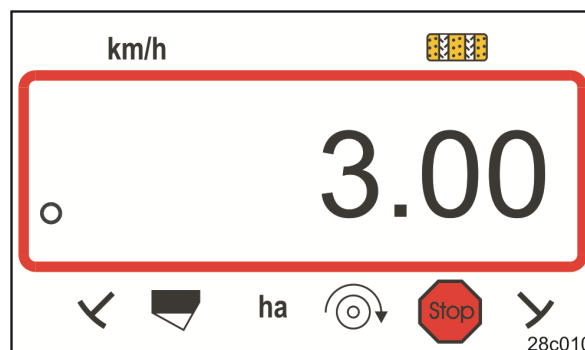

Fig. 15
- Visning: gemt arbejdsbredde [m], f.eks. 3,0 m (Fig. 15).